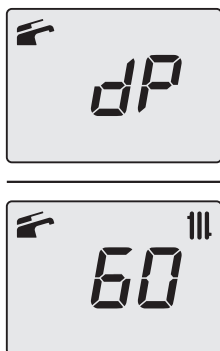

Figura 9.26
- Premendo ulteriormente il tasto 16 (Figura 9.20) è possibile variare nuovamente la potenza in modalità spazzacamino: con visualizzazione sul display LCD delle lettere **dP** che si alternano con il valore di temperatura dell'acqua di riscaldamento (es.**60**), siamo "funzione spazzacamino" alla potenza massima in sanitario" (Figura 9.26);